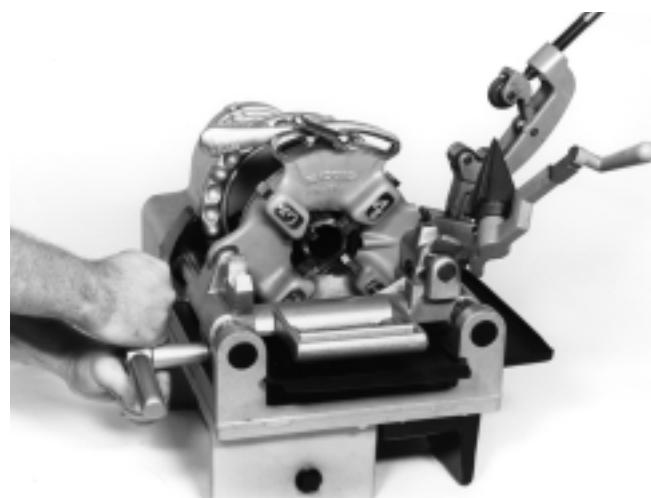

Figure 7 – Filetage des tuyaux à l'aide de la tête de filière No 811-A
(Voir Figures 7 et 8.)
8. Tête de filière à ouverture rapide (Figure 7) — Lorsque le filetage est terminé, ramenez le levier d'embrayage à la position **OPEN** (ouverte) pour retirer les filières.